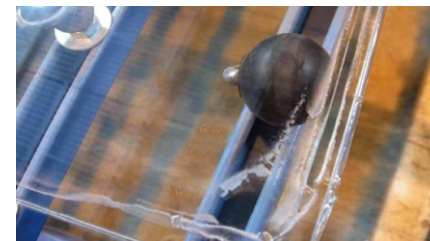

图3 边部空气气泡截流
4. 如果在预压后的边部能够看见一条线上分布的截留空气气泡,这很有可能就是预压温度太高而导致的过早封边(右图3)。